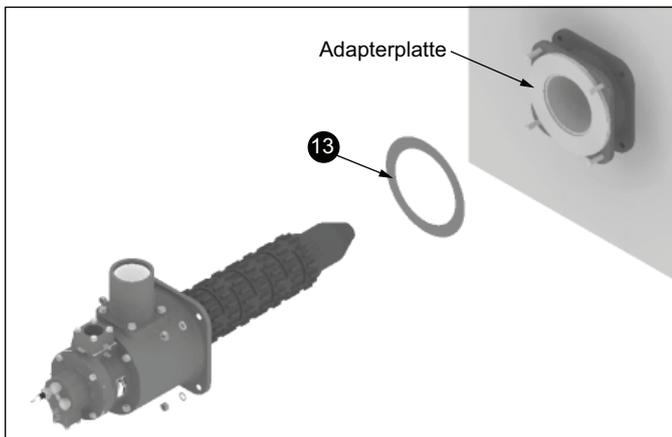

Abbildung 3.14
7. Fixieren Sie die Dichtung (Position 13) mit Haftspray an der Adapterplatte. Siehe Abbildung 3.14.